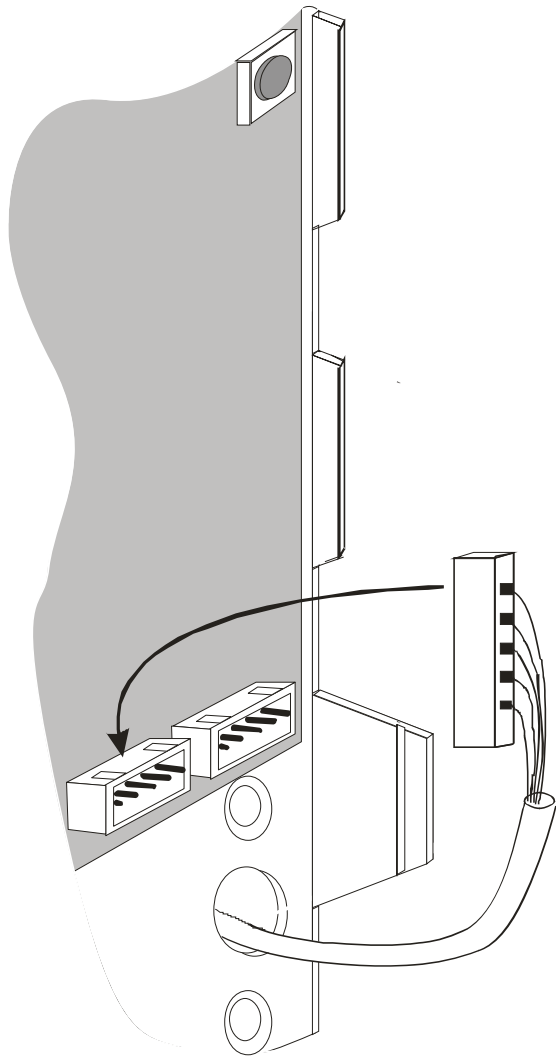

Рис. 13
**6.1.7.** Пинцетом или при помощи отвёртки, извлеките кабель из паза (для доступа к отверстию крепления замка рис. 13). Закрепите винтами М5х35 корпус замка на двери, предварительно сняв крышку и установив на замке режим "OPEN". Уложите кабель от разъёма ХЗ на место.
**6.1.16.** Соедините разъём кабеля от ручки набора кода с соответствующим разъёмом платы управления (рис. 13).